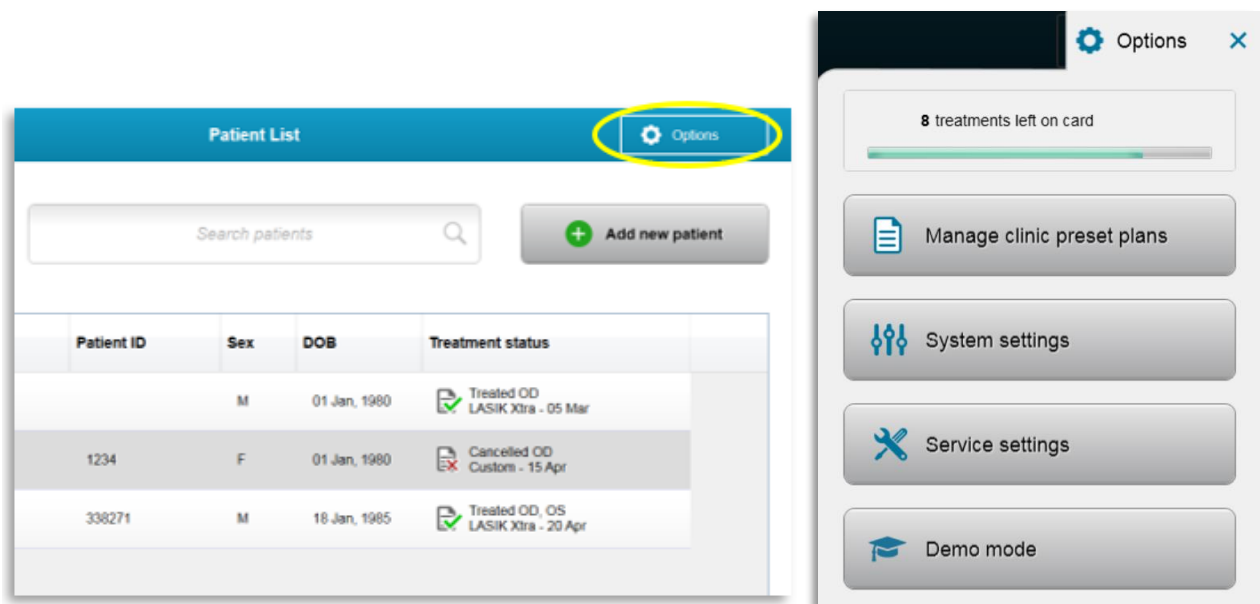

Figura 3-50. Pulse el botón Opciones (Options)
- Desde la pantalla inicial "Lista de pacientes" (Patient List), pulse el botón "Opciones" (Options) para mostrar el menú de 4 opciones, como se muestra en la figura 3-50.